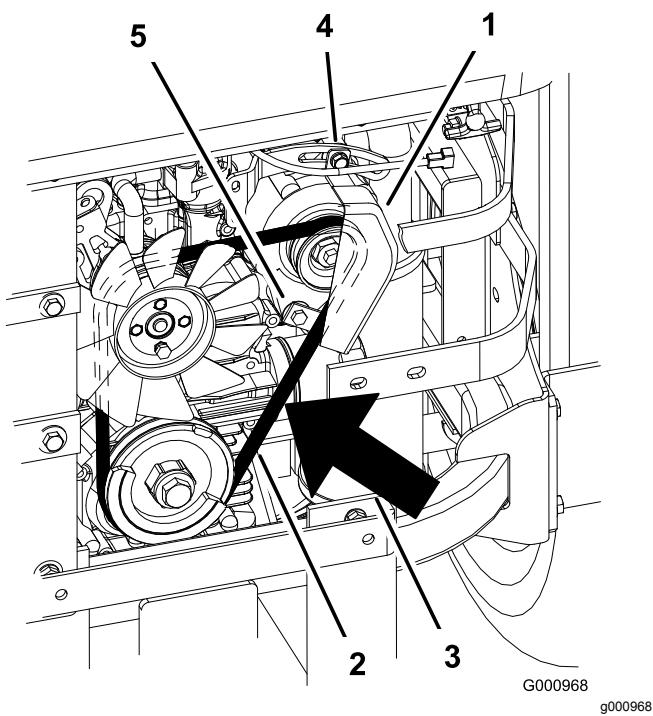

Bild 88
2. Stellen Sie die Lichtmaschine nach außen ein, sodass der Riemen zwischen den Motor- und Lichtmaschinenspannscheiben beim Aufbringen einer Kraft von 10 kg 7 mm bis 9 mm durchbiegt (Bild 88).
5. Wenn die Spannung richtig ist, ziehen Sie die untere und obere Schraube fest (Bild 88).